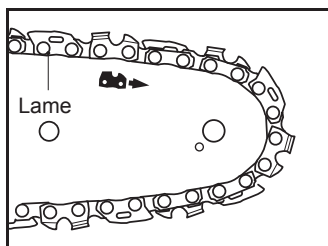

Fig. 6
3. En cas de remplacement du guide-chaîne (19) et de la chaîne (20), utiliser les mêmes types, conformément aux caractéristiques techniques.
4. Placer la chaîne (20), les bords tranchants orientés dans le sens de rotation. Faire glisser la chaîne (20) dans la rainure autour du guide-chaîne (19). S'assurer que la chaîne (20) est installée dans le bon sens de rotation (Fig. 6).